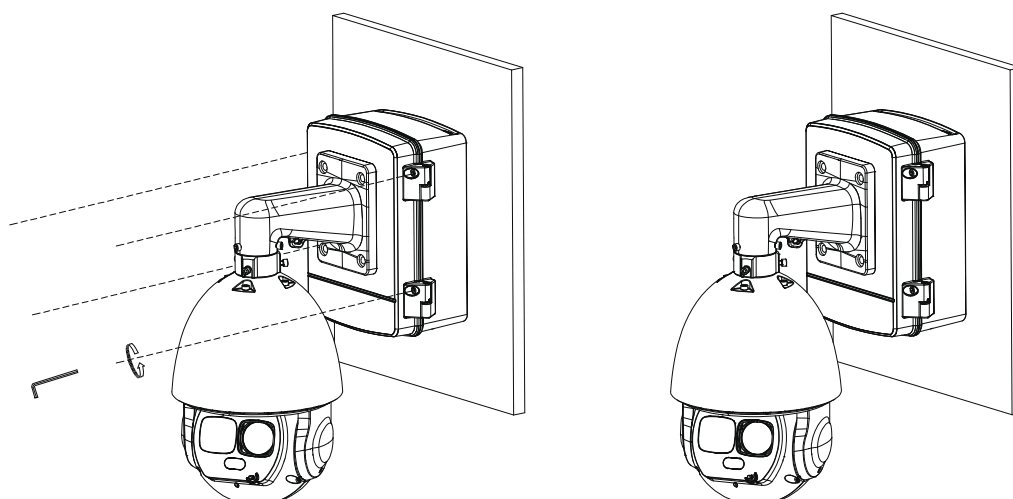

Рисунок 4.12 – Монтаж
13. Закройте монтажную коробку и зафиксируйте винты (Рисунок 4.12).